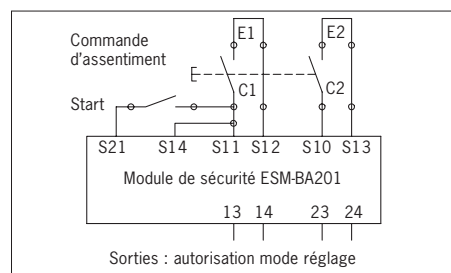

Fig. 2 : Exemple d'utilisation
- ⚠️ Les deux contacts de la commande d'assentiment doivent être intégrés séparément (double canal) dans le circuit de sécurité (Fig. 2).